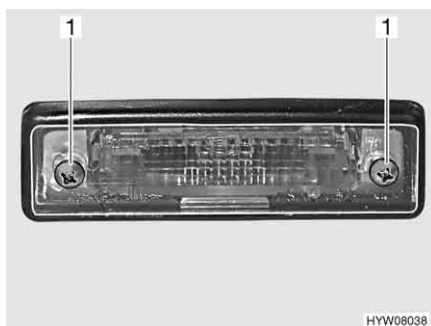

Fig. 188 Luci posteriori (luce targa)
- Svitare due viti degli involucri (Fig. 188,1).